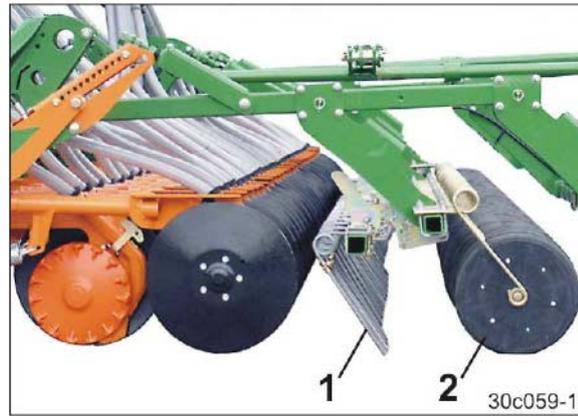

Fig. 30
- doigts de recouvreur (Fig. 30/1)
- rouleaux de pression (Fig. 30/2).